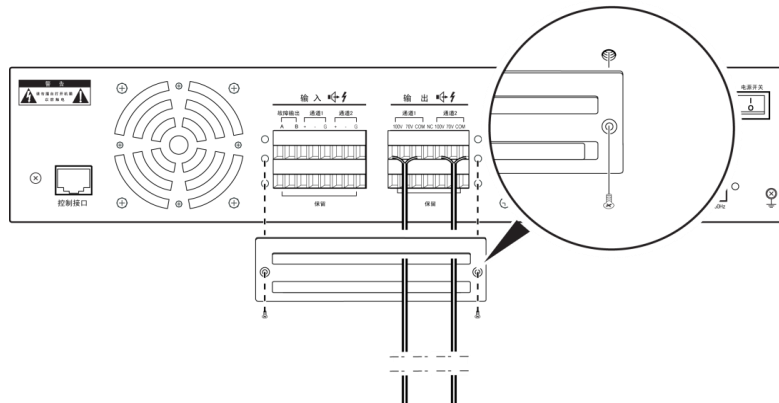

图14 盖上功放接线端子保护罩示意图
h. 盖上功放接线端子保护罩，拧紧螺丝。如图 14 所示，DCS 接线端子保护罩操作类似。